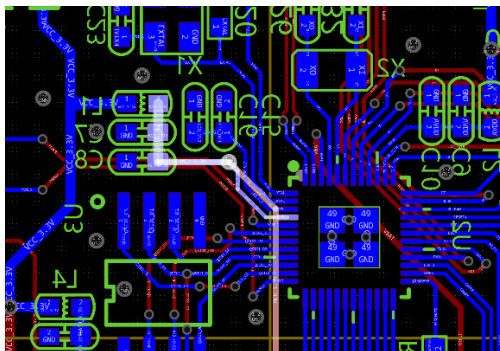

图 1-9: LT168A 导线通过滤波电容示意图
- 有滤波电容的信号或者电源线需要确保通过滤波电容后再输入到 IC，如图 1-9。